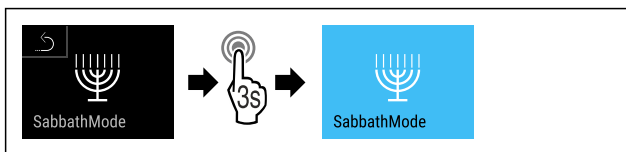

Fig. 13
- ▶ Провести етапи операцій (див. Fig. 13).